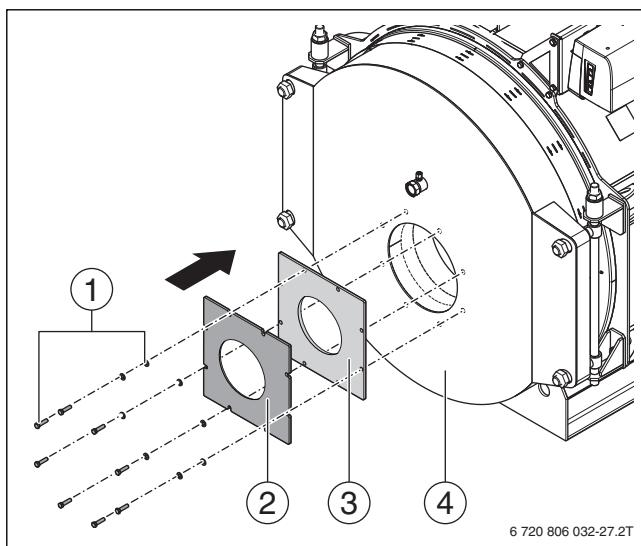

Рис. 18 Монтаж пластины под горелку
- Наденьте уплотнение на штуцер горелки (→ рис. 18, [3]).